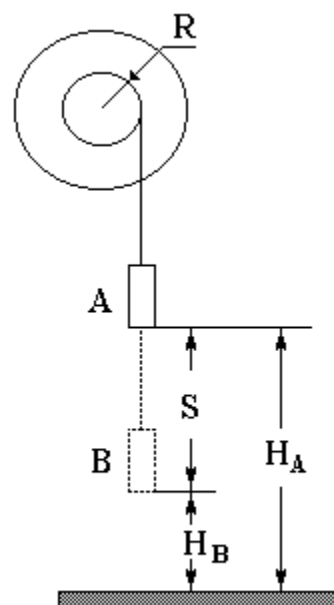

Рис.5
На вал маховика намотана нить, к концу которой подвешен груз (рис. 5). Из состояния покоя, положение **A**, под действием силы тяжести груз перемещается в положение **B**. Потенциальная энергия груза переходит в кинетическую энергию системы. Изменение кинетической энергии ΔE_k описывается уравнением (1).